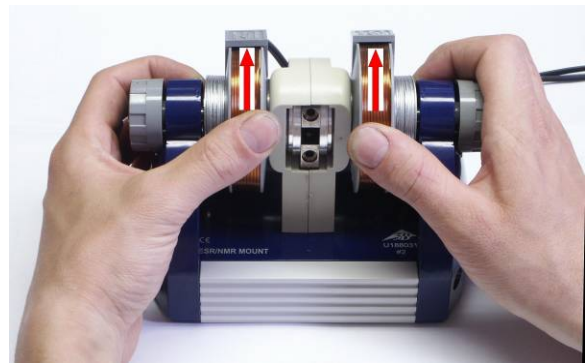

Fig. 10 Se desplazan los imanes
7.5.3 Se aflojan ligeramente los tornillos moleteados y se mueven hacia afuera de 1 a 2 mm de su posición final. Para ello, con los pulgares, se presionan hacia atrás ambas bobinas apoyándose con los dedos en la unidad base (Fig. 10). Observando el pico se aprietan los tornillos moleteados.